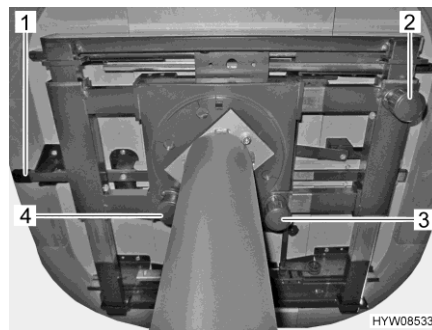
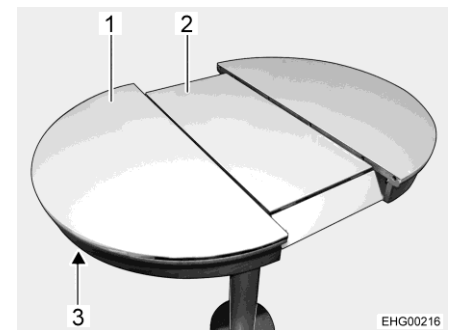

Fig. 94 Posibilidades de ajuste de la mesa
Fig. 95 Ampliar el tablero de la mesa
- Tirar hacia abajo el botón (Fig. 94,3) y mantenerlo ahí.
- Tirar hacia abajo el botón (Fig. 94,2) y mantenerlo ahí.
- Tirar el botón (Fig. 94,4) del bloqueo hacia abajo.
- Presionar el desbloqueo (Fig. 94,1 y Fig. 95,3) hacia arriba.
- Tirar del tablero de la mesa (Fig. 95,1) hasta que la pieza central (Fig. 95,2) se eleve y esté a la altura del tablero de mesa.
- Presionar el desbloqueo (Fig. 95,3) hacia arriba.
- Tirar del tablero de la mesa (Fig. 95,1) hasta que la pieza central (Fig. 95,2) quede libre.